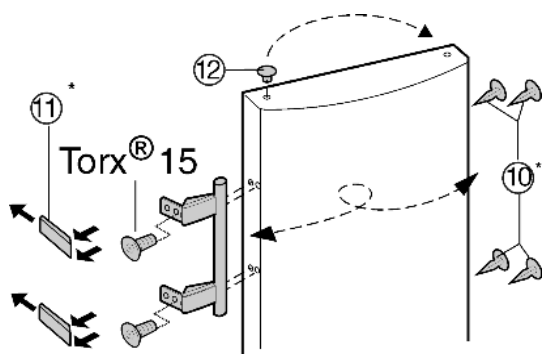

Fig. 7
- ▶ Estrarre il tappo Fig. 7 (12) dall'alloggiamento del supporto della porta e spostarlo.
- ▶ Smontare la maniglia della porta, i tappi Fig. 7 (10) e le piastre di spinta Fig. 7 (11) e spostare sul lato opposto.